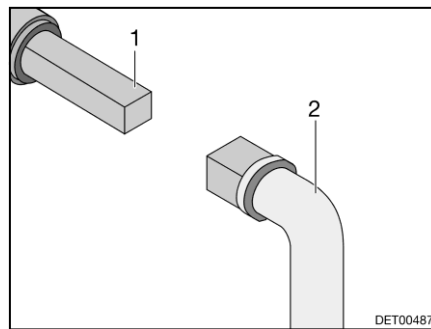

Fig. 100 Utilisation du robinet d'évacuation des eaux usées
- Insérer la clé (Fig. 100,2) sur la vis à quatre pans (Fig. 100,1).